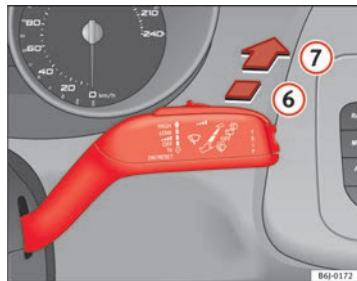

Abb. 65 Scheibenwischer- und Scheibenwaschhebel; Heckscheibenwischer
- Drücken Sie den Hebel nach vorne in Raste ⑥ ⇒ Abb. 65. Der Wischer arbeitet etwa alle 6 Sekunden.
- Drücken Sie den Hebel ganz nach vorne in die Position ⑦ ⇒ Abb. 65. Die Waschanlage und der Scheibenwischer arbeiten gleichzeitig. Solange Sie den Hebel in dieser Position halten, arbeiten der Heckwischer und die Waschanlage.